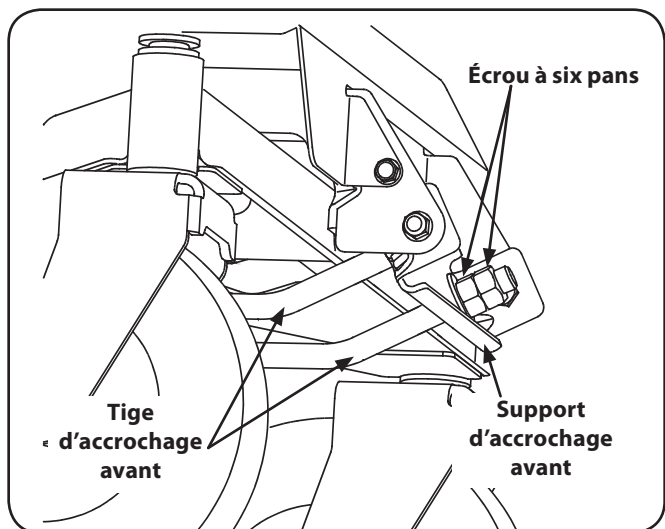

Figure 6-7
5. Desserrez (sans l'enlever) la vis à chapeau hex. du support d'accrochage droit du plateau de coupe. Voir la Figure 6-7.
5. À l'avant du tracteur, desserrez les écrous extérieurs sur la tige d'accrochage avant et tournez-les dans la direction opposée aux écrous intérieurs. Voir la Figure 6-7.